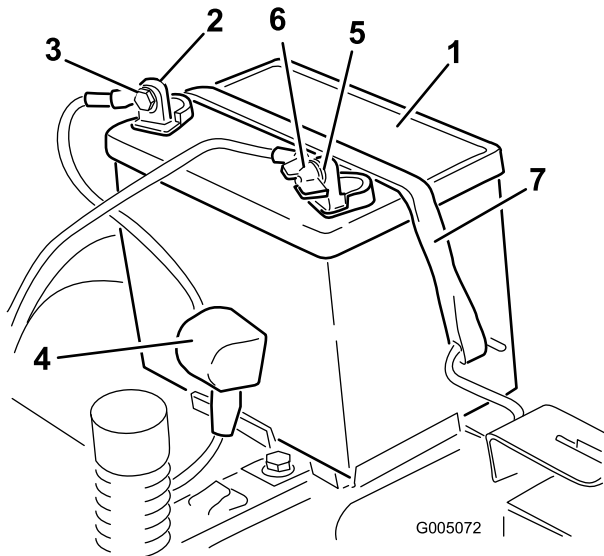

Figura 36
4. Desconecte el cable negativo de tierra (negro) del borne de la batería (Figura 36). Guarde todos los herrajes.
- Deslice hacia arriba la cubierta de goma del cable positivo (rojo). Desconecte el cable positivo (rojo) del borne de la batería (Figura 36). Guarde todos los herrajes.
- Retire la correa de sujeción de la batería (Figura 36) y levante la batería para retirarla de su bandeja.
- Coloque la batería en la bandeja, con los bornes hacia el puesto del operador (Figura 36).
- Fije la batería con la correa de sujeción (Figura 36).